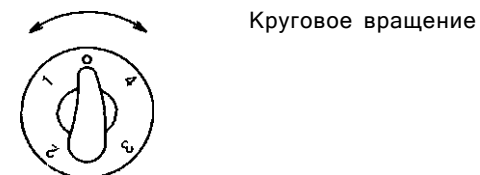

Рисунок 3
Электроконфорки имеют 5 режимов работы, устанавливаемые посредством поворота ручки переключателя мощности (рис. 3) в любую сторону.
– для быстрого разогрева электроконфорок и приготавливаемого продукта необходимо ручку (рис. 3) соответствующего переключателя установить на максимальную потребляемую мощность (положение 4), после чего процесс кипения жидкости поддерживать и приготовление пищи производить на средней или минимальной потребляемой мощности (положение ручки 1,2,3).
7.2 Изменение потребляемой мощности электроконфорок достигается поворотом ручки (рис. 3) переключателя мощности в любую сторону до фиксированного положения и соответствует значениям, указанным в таблице 4.